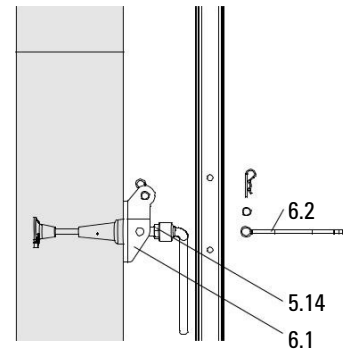

Fig. B1.32
(6.2). Монтирайте отново присъединителя за стена през стойката на платформата и закрепете с болтове. (Fig. B1.32)
4. Монтирайте стенния накрайник CB M24 (6.1) към конуса с болт M24 x 70 (5.14) SW 36, След като болтът е бил свален от стенната планка (6.2). Затегнете планката към стенния накрайник през стойката на платформата. (Fig. B1.32)